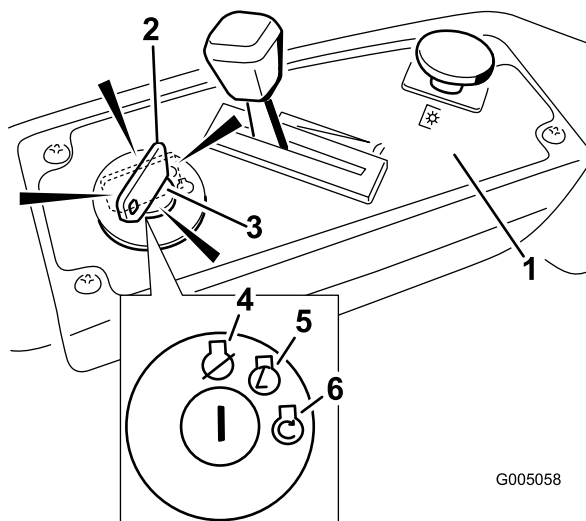

Figure 13
4. Tournez la clé de contact en position de Démarrage pour activer le démarreur. Relâchez la clé quand le moteur démarre (Figure 13).
2. Placez la manette d'accélérateur entre la position haut régime et la position à mi course (Figure 13).